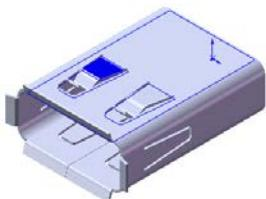
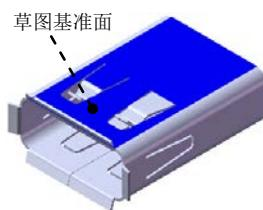
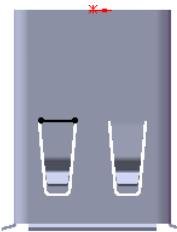

图 10.51 绘制的折弯 6
图 10.52 草图基准面
图 10.53 横断面草图
Step16. 创建图 10.51 所示的钣金特征——绘制的折弯 6。
(1) 选择下拉菜单**插入(I)** \rightarrow **钣金(H)** \rightarrow **绘制的折弯(S)...**命令。
(2) 定义横断面草图。选取图 10.52 所示的模型表面为草图基准面，在草图平面中绘制图 10.53 所示的横断面草图。
(3) 定义绘制的折弯参数。在“绘制的折弯”对话框的**折弯位置:**选项中选取“折弯在外”按钮 \curvearrowleft ，并在 R 文本框中输入角度值 5；取消使用默认半径()复选框，在 R 文本框中输入折弯半径值 10。
(4) 单击 \checkmark 按钮，完成绘制的折弯 6 的创建。